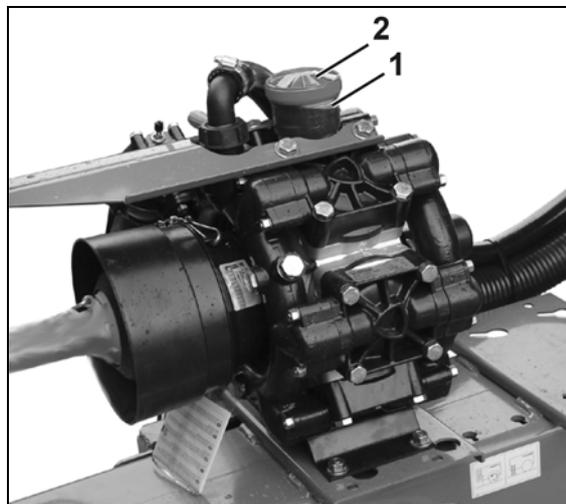

図 182
1. ポンプが作動しておらず水平になっている状態で、マーク (図 182/1) 部分にオイルレベルが見て取れるかどうか点検します。
2. マーク (図 182/1) 部分にオイルレベルが見えない場合は、カバー (図 182/2) を外してオイルを補充します。
2. カバー (図 182/2) を取り外します。
5. ドライブシャフトを左右に交互に回転させ、新品のオイルをゆっくりと充填します。マーク (図 182/1) でオイルが見えるようになったら、オイル量は適正です。